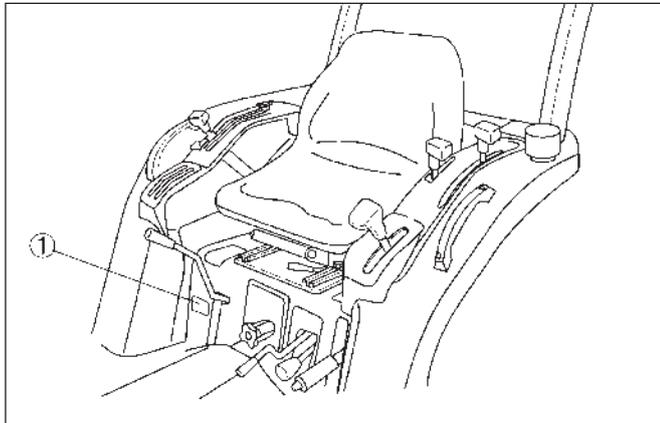

FIG. 3-1
**FIG. 3-1 & 3-2:** Plaque d'identification du tracteur, 1, située au-dessous du siège du conducteur sur le côté droit de l'aile. Reprend le numéro de modèle, le numéro de série de la machine et le poids en plus du numéro de série du tracteur.